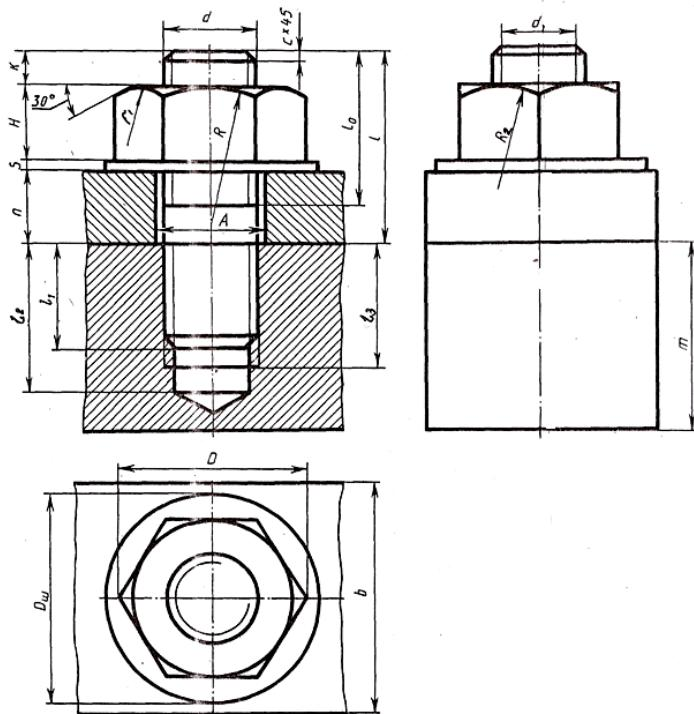

Рисунок 3.21 - Шпилечное соединение
- d - номинальный диаметр резьбы шпильки по варианту (рисунок 3.21);